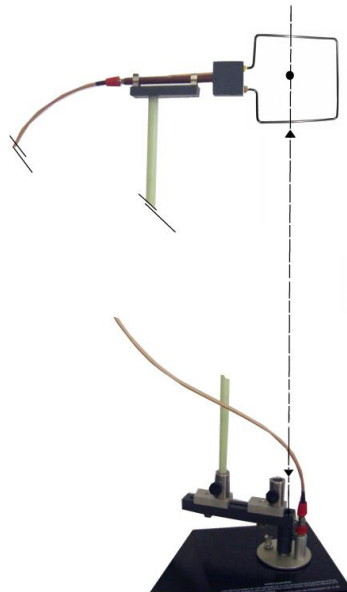

Figura 7.9 Montaje de la antena de cuadros.
E. Fijé el otro mástil con clips horizontales en el soporte deslizante del *orientador de antena*, instale la antena de cuadros en posición horizontal para que quede orientada según el plano E. (Ver Figura 7.9)
Giré la antena de cuadro, para esto primero desmóntela y cambie el mástil de clips verticales, por el de clips horizontales, he instale nuevamente la antena como se hizo en la Figura 7.9